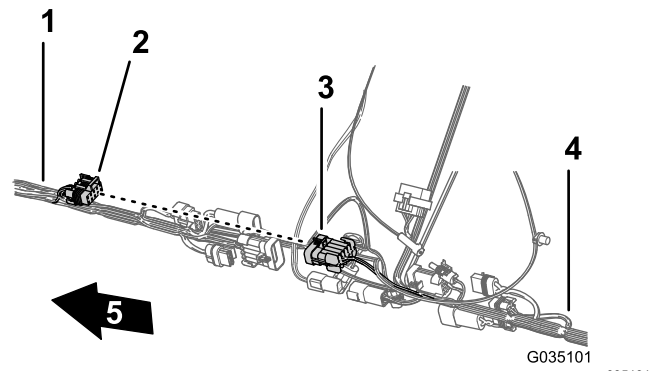

图 87
2. 把用于打药车线束互连的前线束 10 插槽接头连接至用于打药车线束互连的后线束 10 针接头图 87。